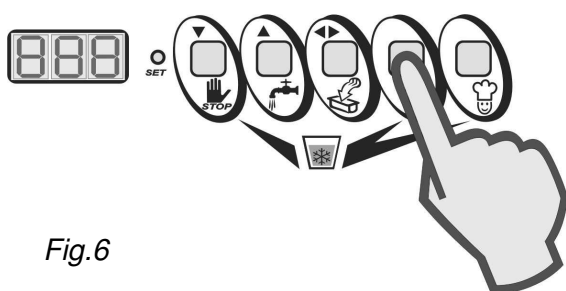

Fig.6
- Con ciclo in atto, premere nuovamente il tasto SEMIAUTOMATICO (Fig. 6).